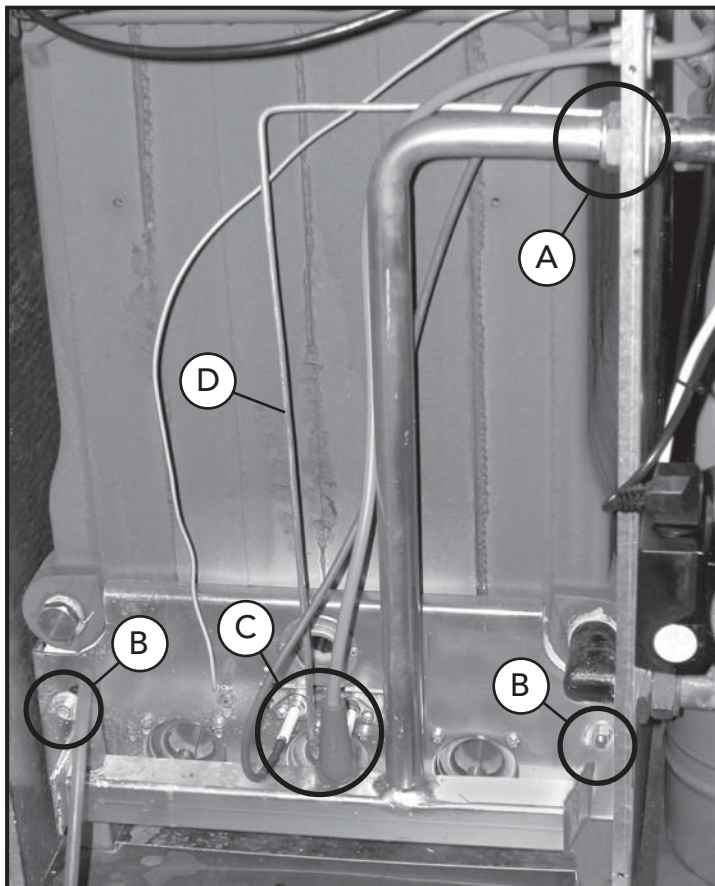

fig. 12
- Desenroscar las dos tuercas **B** que fijan la tapa de la cámara de combustión a los elementos de fundición de la caldera (fig. 12).